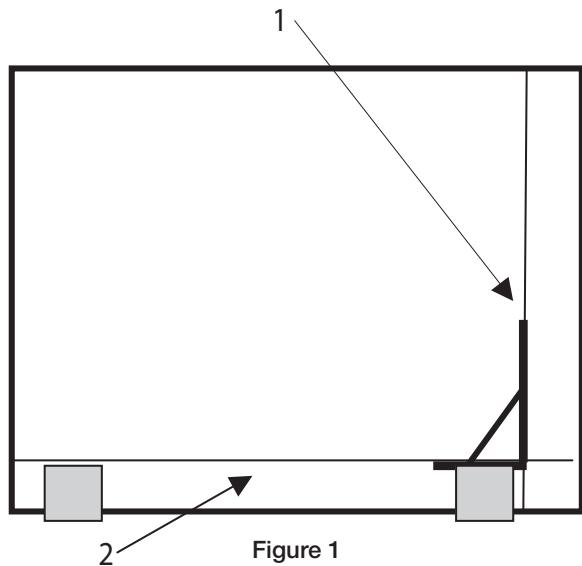

Figure 1
A l'aide d'un cordeau tracer une première ligne de référence sur la longueur de la pièce à revêtir. Pour déterminer le point de départ de la pose, tracer perpendiculairement une deuxième ligne de référence en veillant à ce que les SBL positionnées en bordure aient une largeur minimale de 25 cm. [Cf. Figure 1]
Using a chalk line, trace an initial reference line along the length of the room to be carpeted. To determine the starting point for laying your tiles, trace a second reference line perpendicular to the first, ensuring a minimum width of 25 cm for the SBLs positioned at the edge. [Cf. Figure 1]
De la même façon que précédemment, tracer une première ligne de référence sur la longueur de la pièce à revêtir. Pour déterminer le point de départ de la pose, tracer perpendiculairement une deuxième ligne de référence en veillant à ce que les dalles positionnées en bordure aient une largeur minimale de 25 cm [Cf. Figure 1] et en s'assurant que les joints de dalle seront décalés par rapport aux joints de SBL.
*As before, trace an initial reference line along the length of the room to be carpeted. To determine the starting position for laying your tiles, trace a second reference line perpendicular to the first, ensuring that the tiles positioned at the edges have a minimum width of 25 cm [Cf. Figure 1] and that the carpet tile joins are offset in relation to the SBL joins.*